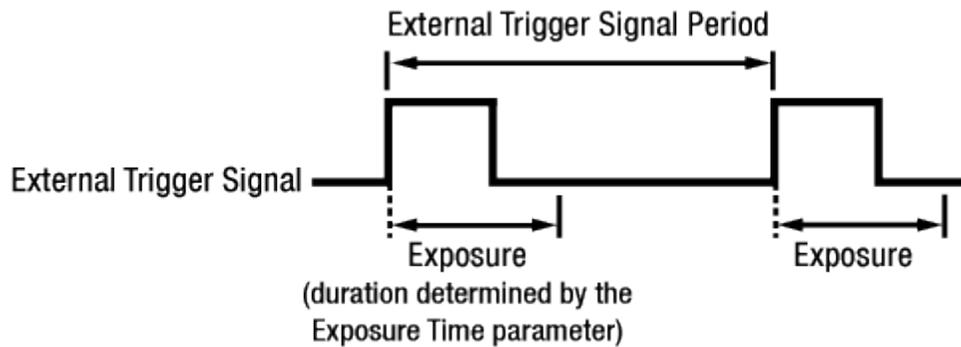

Figure 8.2 Timed Exposure Mode
**Timed** 모드를 선택하면 각 영상 획득의 노출 시간이 **Exposure Time** 파라미터에 의해 결정됩니다. 상승 에지(rising edge) 트리거로 설정하면 외부 트리거 신호가 상승할 때 노출 시간이 시작되고, 하강 에지(falling edge) 트리거로 설정하면 외부 트리거 신호가 하강할 때 노출 시간이 시작됩니다. Figure 8.2 는 상승 에지(rising edge) 트리거로 설정한 Timed 노출 모드를 나타냅니다.